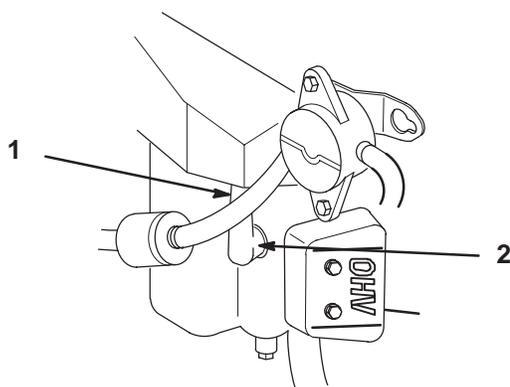

Figure 41
- Débranchez les fils des bougies (Fig. 41). Nettoyez la surface autour des bougies pour éviter que des impuretés n'endommagent le moteur en tombant à l'intérieur.
3. Rebranchez les bougies (Fig. 41).